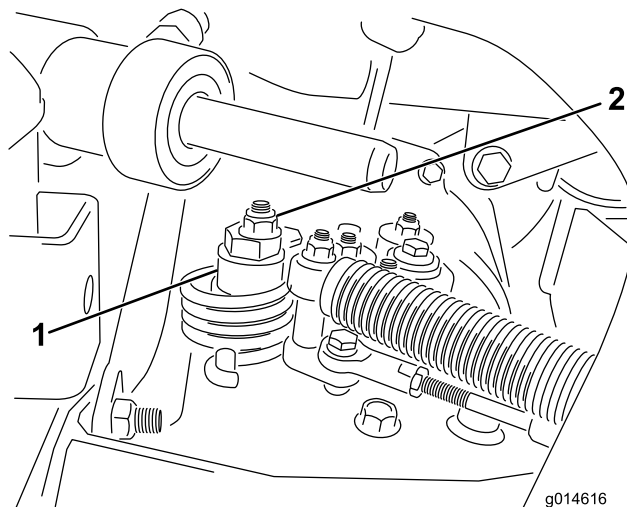

图 35
- A. 松开将偏心螺栓固定到静液压泵顶部的螺母图 35。
- C. 旋转偏心螺栓直到不再出现任何方向的缓慢前移。当轮子停止旋转时旋紧螺母锁定偏心螺栓和调整图 35。将油门移至慢速 和 快速 位置验证调节情况。